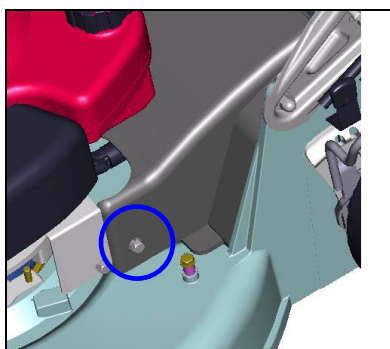

Fig. 19
1. Dégager le bloc transmission. Retirer les vis de fixation et enlever le carter de transmission (fig. 19).